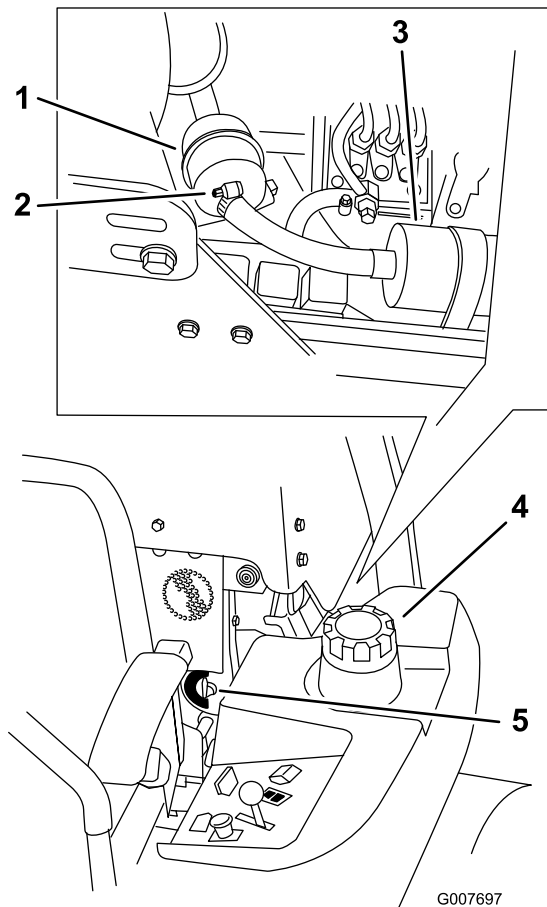

Figura 52
4. Cierre la válvula de cierre de combustible (Figura 52).
5. Afloje las 2 abrazaderas y desconecte los tubos de combustible del filtro de combustible (Figura 52).
6. Instale un filtro nuevo. Conecte los tubos de combustible al filtro de combustible e instale las abrazaderas (Figura 52).